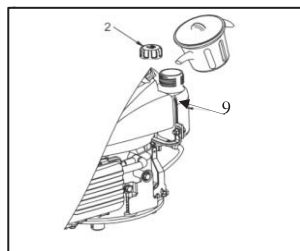

Fig. 4
1. Rimuovere il tappo del serbatoio (2).
2. Aggiungere carburante fino al segno di livello massimo posto sul collo del serbatoio (9) (vedi Fig. 4).